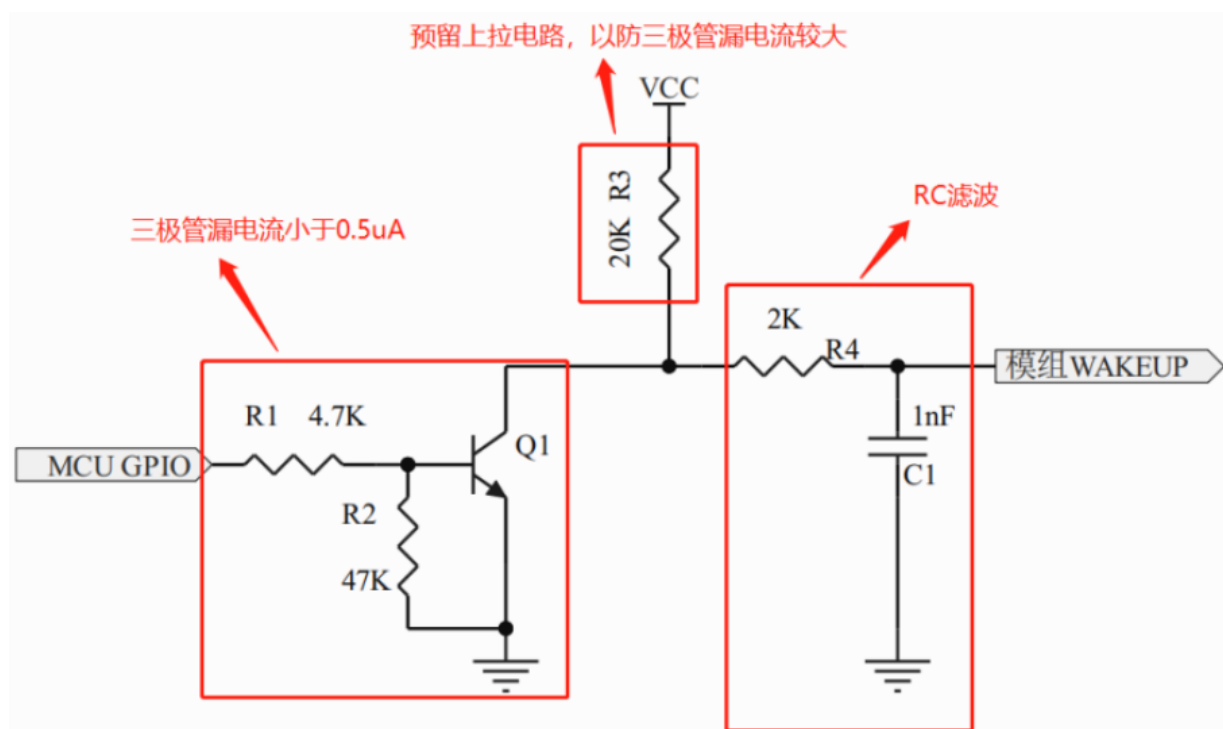

图 13 WAKEUP 脚参考电路
1) NB 芯片 WAKEUP 脚内部上拉电阻非常弱且很容易受到干扰影响，避免模组在休眠状态下而出现异常唤醒需要在 WAKEUP 脚加 RC 滤波电路（如图 13 所示）。模组内部没有此 RC 电路，因此用户主板的外围电路必须添加。
2) 如果外部 MCU GPIO 与模组的 WAKEUP 通过三极管连接（如图 13 所示），要求三极管截止态的漏电流要小于 0.5uA，原因是 WAKEUP 内部上拉较弱，漏电大了可能将 WAKEUP 脚拉到 1.2V 以下。如此就有可能出现 NB 芯片在休眠态下无法被 WAKEUP 脚唤醒情况。
- ① 用 MOS 管代替三极管，大多数 MOS 漏电流较小。
② 电路上预留上拉电路（如图 13 所示），VCC 的电压范围在 1.8V~3.6V 且要常开，不要用 NB 模组出来的电。